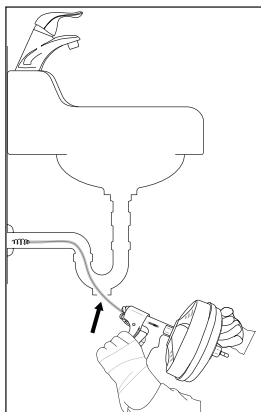

Fig. 1
- En otros lavabos, debe retirarse el tapón de limpieza o el sifón que corresponda (consulte la fig. 1). Coloque siempre un recipiente bajo el orificio de limpieza o del sifón para recoger el agua que salga.